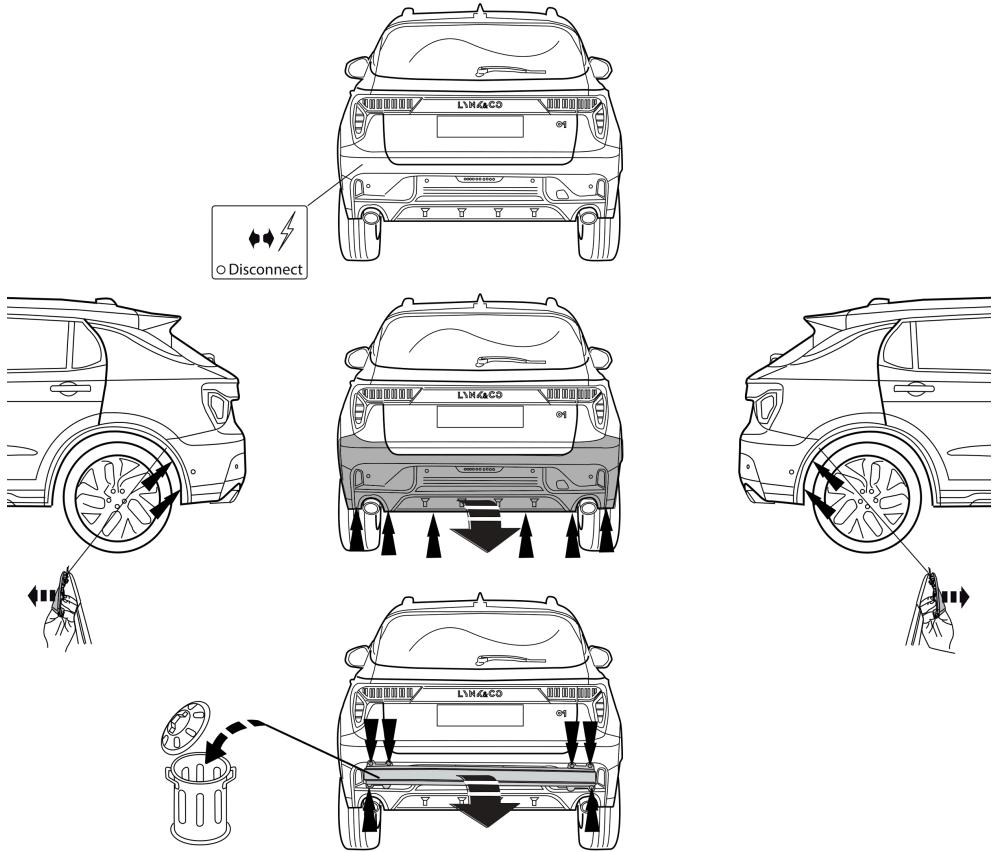

Fig. 1
1. Снять бампер вместе со буферным бруском автомобиля. Буферный брус больше не понадобится. Поставить гайки на место. См. рисунок 1.